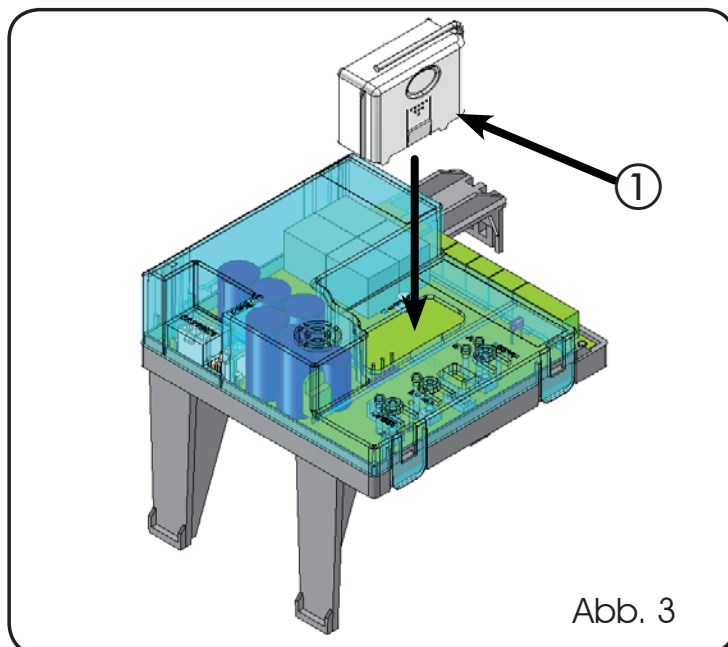

Abb. 3
Das elektronische Steuergerät ist mit einem integrierten zweikanaligen Entschlüsselungssystem (DS, SLH, LC) mit der Bezeichnung OMNIDEC ausgestattet. Dieses System ermöglicht über ein zusätzliches Empfängermodul (Abb. 3 Bez. ①) und Funksteuerungen derselben Frequenz sowohl die Einspeicherung der vollständigen Öffnung (OPEN A) als auch die der Teilöffnung (OPEN B) der Automation.